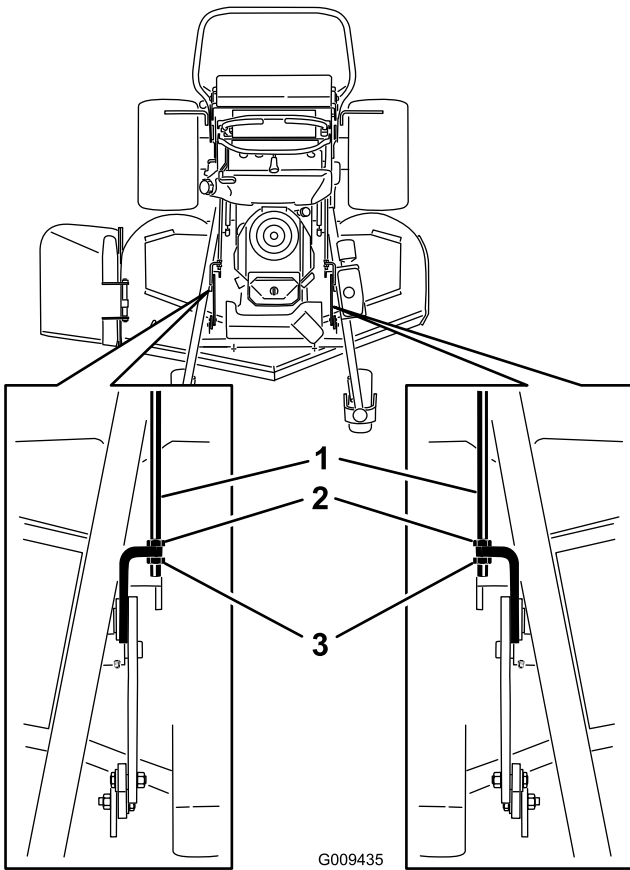

Figure 81
2. Desserrez les écrous avant et arrière sur les tiges de réglage (Figure 81).
3. Le tablier de coupe doit reposer entièrement sur les trois cales de 2x4 (Figure 81). Le bord arrière du tablier est plus bas de 6 mm (1/4") que le bord avant.
- Si les dimensions ne sont correctes, réglez les écrous avant et arrière de chaque côté pour obtenir l'inclinaison longitudinale correcte (Figure 81).